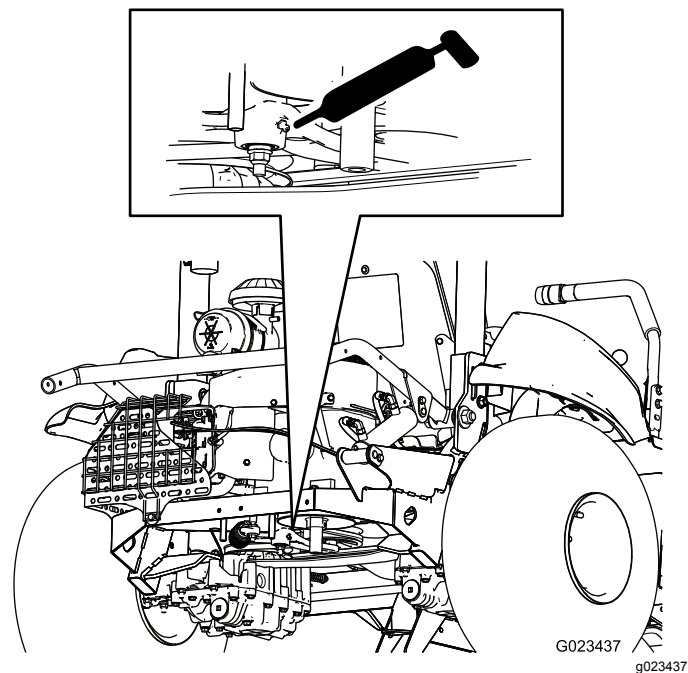

Figura 35
- Tensor da correia (1)—Figura 35